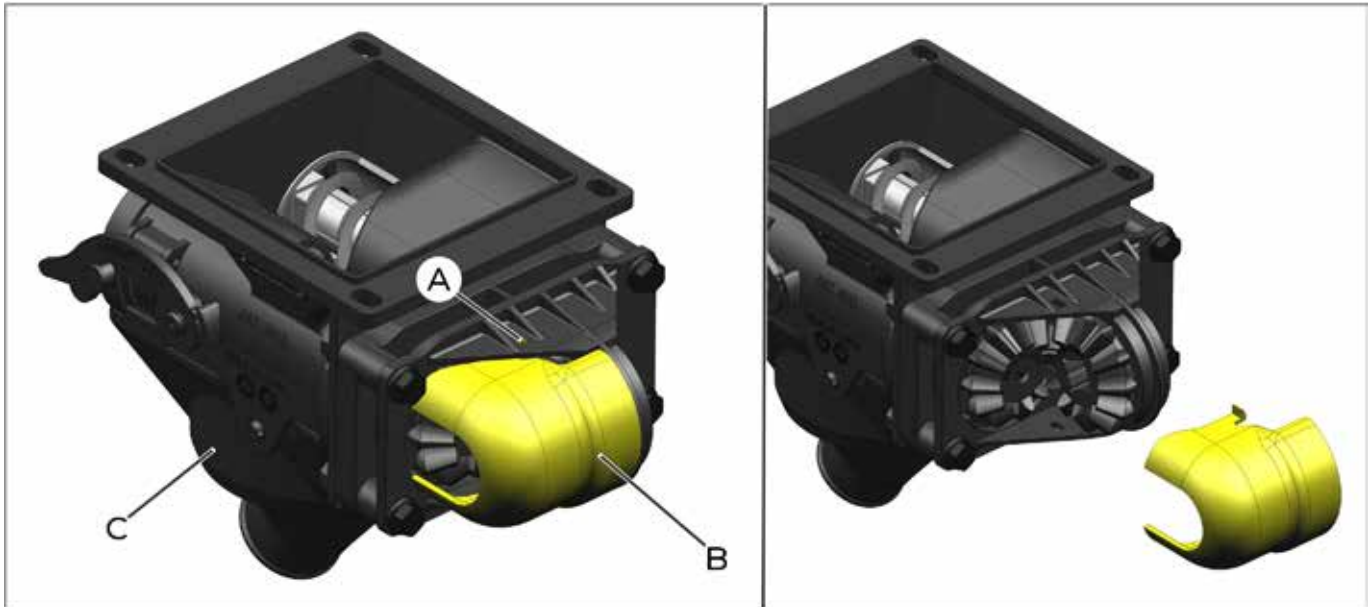
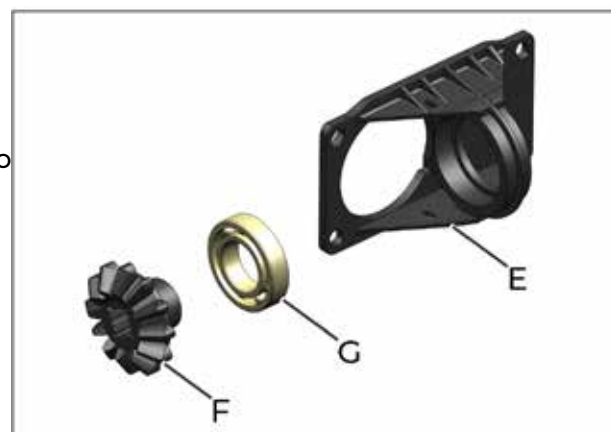

fig. 60
fig. 62
Para realizar a limpeza, manutenção ou substituição dos rolamentos e componentes da transmissão do mancal, pressione o entalhe (A) (fig. 60) da tampa frontal (B) (fig. 60) para remover a mesma do dosador (C) (fig. 60).
Com o mancal removido, retire o pinhão movido (F) (fig. 60) e o rolamento (G) (fig. 62).